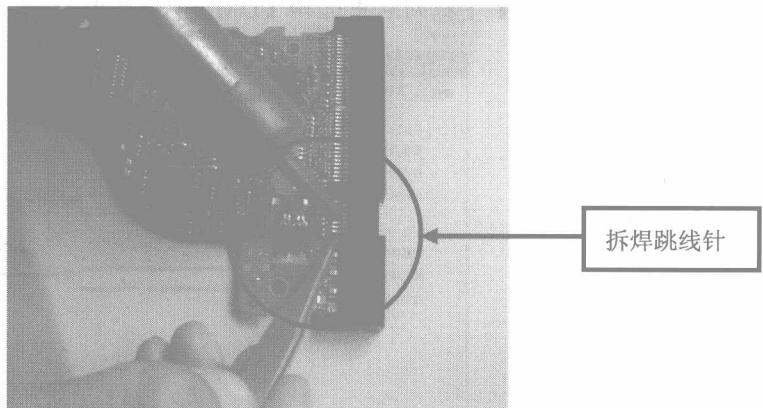

图 1-17
⑯从废硬盘的跳线接口上找一根跳线针，使用热风枪将其拆焊，如图 1-17 所示。